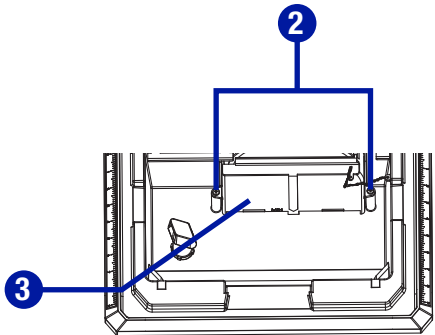

Fig. 18
- Desserrez les vis à tête cruciforme (2) à l'aide d'un tournevis à tête cruciforme (non fourni) et tirez sur le protège-lame inférieur pour le retirer (3). (Fig. 18)
- Placez la clé droite sur l'écrou hexagonal (7).
- Utilisez la clé inclinée pour empêcher l'arbre (8) de tourner.
- Positionnez un disque de coupe neuf (4) sur la flasque intérieure (5) de sorte que les flèches sur le disque de coupe pointent dans le sens antihoraire.
- Fixez la flasque extérieure (6).
- Vissez l'écrou hexagonal (7) sur l'arbre (8) dans le sens horaire.
- Serrez l'écrou hexagonal (7) dans le sens horaire à l'aide de la clé droite.